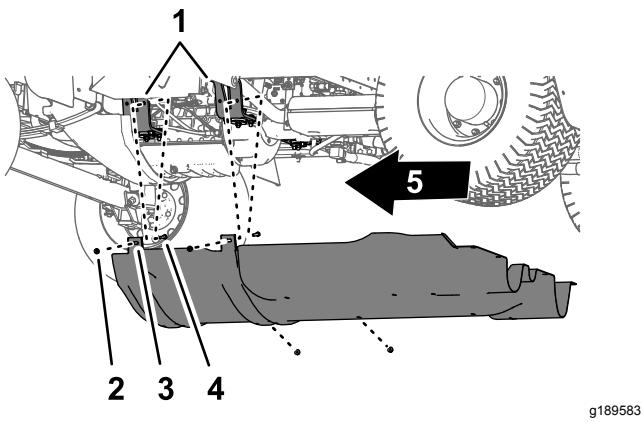

Bild 60
2. Nehmen Sie die vier Sicherungsbundmutter ( $5/16"$ ) von den Schrauben und der Schlossschraube ab, mit denen die Befestigungsnasen der Fahrwerkabdeckung an den Befestigungshalterungen des Motors der Maschine befestigt sind (Bild 60).
4. Nehmen Sie die Fahrwerkabdeckung von der Maschine ab (Bild 59 und Bild 60).
1. Fluchten Sie die Fahrwerkabdeckung mit dem unteren Chassis der Maschine aus, siehe Bild 60 in Entfernen der Fahrwerkabdeckung (Seite 54).
2. Schieben Sie die Befestigungsnasen der Fahrwerkabdeckung über die Schrauben und die Schlossschraube an den Motorbefestigungshalterungen der Maschine, siehe Bild 60 in Entfernen der Fahrwerkabdeckung (Seite 54).
3. Befestigen Sie die Fahrwerkabdeckung mit den vier Sicherungsbundmutter (5/16"), die Sie in Schritt 2 von Entfernen der Fahrwerkabdeckung (Seite 54) entfernt haben, an den Befestigungshalterungen des Motors (Bild 60).